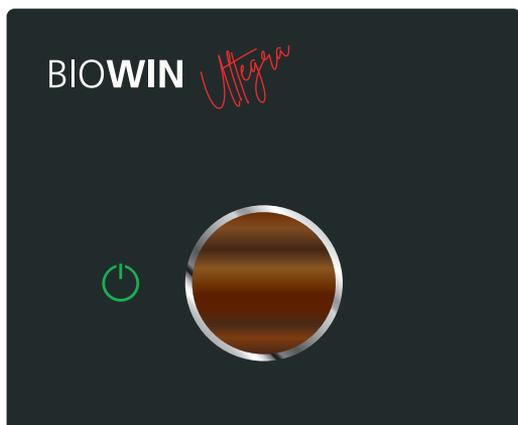

Fig. 71 BioWIN Ultegra ausgeschaltet
- ▶ Kessel mittels myMagic Button ausschalten (siehe Punkt 12.5 auf Seite 24) und warten bis der Ausbrandbetrieb fertig ist, Symbol  leuchtet dauernd und der Farbring ist aus (ca. 20 min.) – Fig. 71.